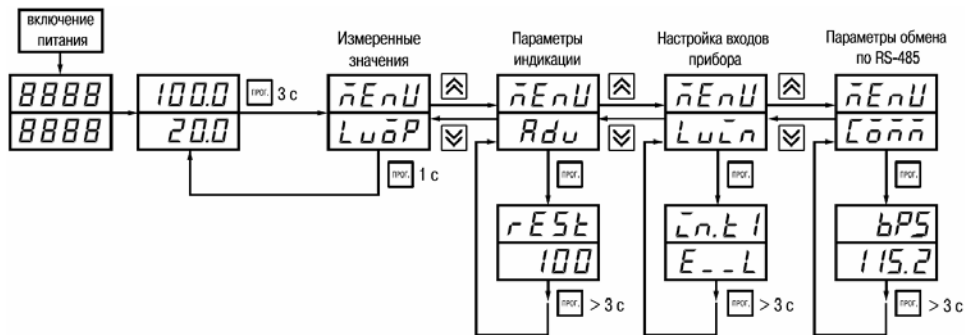

Рисунок 7.1
7.1.2 Основные параметры прибора TPM200 объединены в 4 группы *LuõP*, *Rdu*, *LuĪn* и *ĪõĪĪ*, составляющие меню прибора (рисунок 7.1). Полный список программируемых параметров приведен в приложении Б.